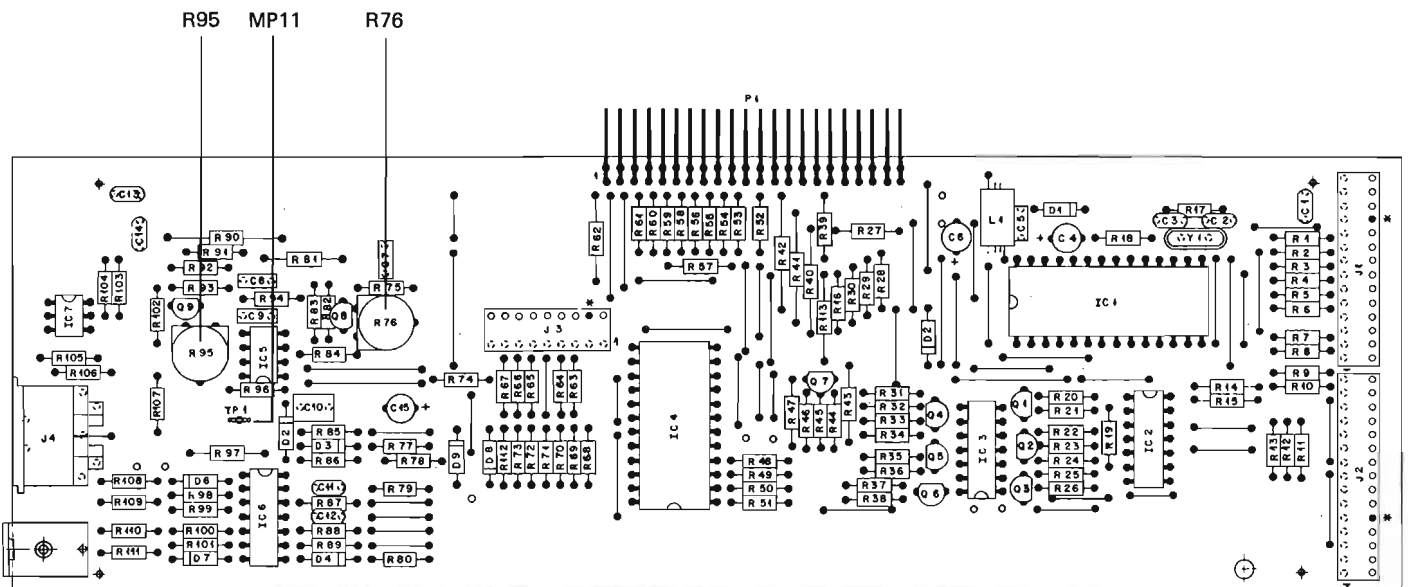

Fig. 4.7
- Stationstaste 12 druecken (97,925 MHz) und mit R95 (1.726.780, Fig. 4.7) die Anzeige am Digitalvoltmeter auf 1,8V +/- 10mV einstellen.
- Mit Mess-Sender 98,0 MHz/17mV EMK am Antenneneingang einspeisen und mit R76 (1.726.780, Fig. 4.7) die Anzeige am SIGNAL STRENGTH METER auf 90dBf einstellen (0dBf= 0,274uV).